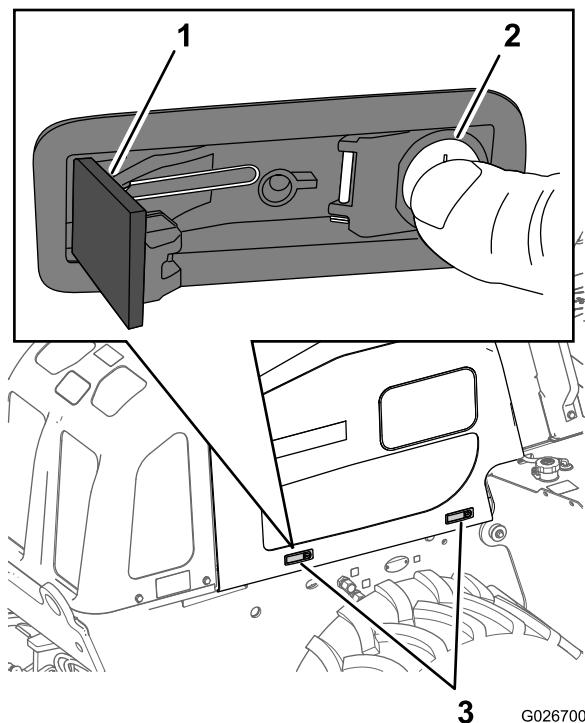

Figura 65
3. Premete la porzione del pulsante di ciascun fermo, la parte del fermo che include il cilindro della serratura (Figura 65).
4. Per innestare il fermo, spingete in dentro la relativa leva (Figura 65).